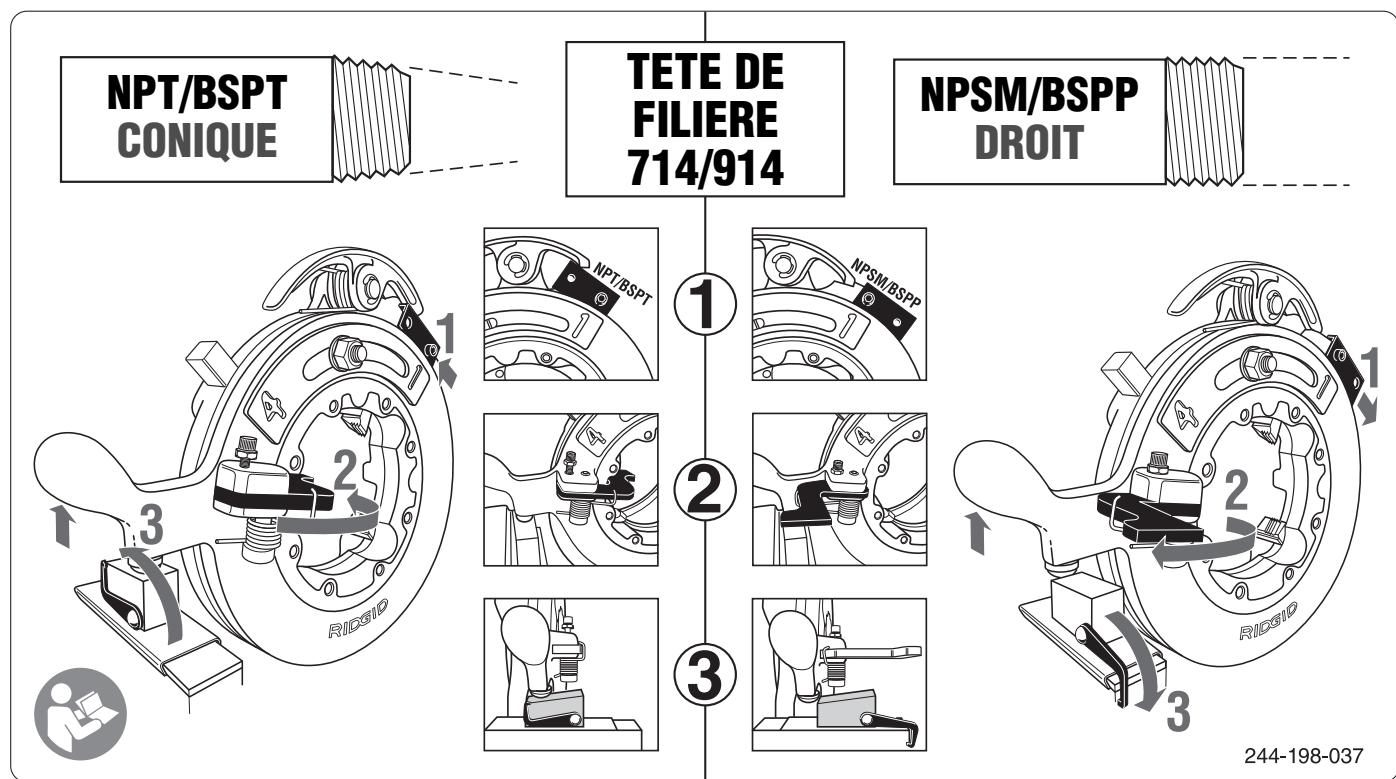

Figure 15 – Réglage pour filetage conique ou droit des tuyaux
1. Notez que l'ensemble des réglages de filetage conique (NPT ou BSPT, selon la tête de filière utilisée) indiqués à la *Figure 15* se font vers l'intérieur.
2. Notez que l'ensemble des réglages de filetage droit (NPSM ou BSPP, selon la tête de filière utilisée) indiqués à la *Figure 15* se font vers l'extérieur.